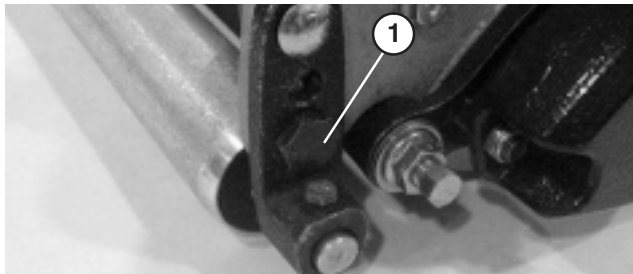

Figure 15
5. Tout en maintenant le cylindre solidement sur la plaque et sans relâcher la pression sur le rouleau arrière, tournez le boulon de montage inférieur droit du rouleau (Fig. 15). Ce boulon présente un déport qui agit comme un excentrique (came) qui relève ou abaisse le rouleau lors de la rotation. Le déport est indiqué par un point. Le point indique le sens de déplacement de l'extrémité droite du rouleau lorsque le boulon est tourné. Il doit toujours se trouver dans la moitié arrière de l'arc, comme illustré à la Figure 15.